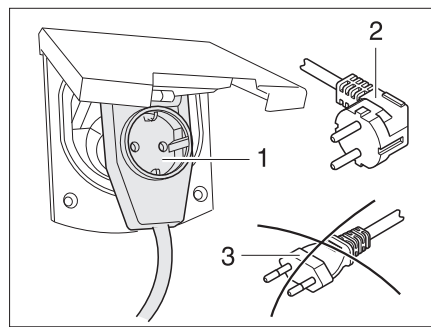

Fig. 93 Raccordement à un adaptateur coudé avec prise de courant
- ▶ Lors de l'utilisation d'un adaptateur coudé CEE 17 muni d'une prise à l'arrière (Fig. 93,1), se servir uniquement d'un connecteur en caoutchouc et scellé IP 44 avec contact de mise à la terre (Fig. 93,2). Ne pas utiliser de connecteur sans contact de mise à la terre (Fig. 93,3). Danger d'électrocution !